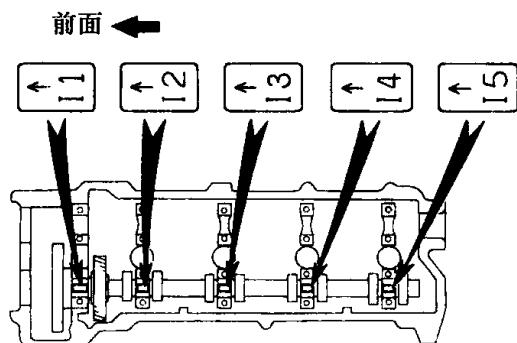

图1-1-10 安装进气凸轮轴轴承盖
②见图1-1-10,把“I1、I2、I3、I4、I5”轴承盖装到正确位置上,并且箭头向前。